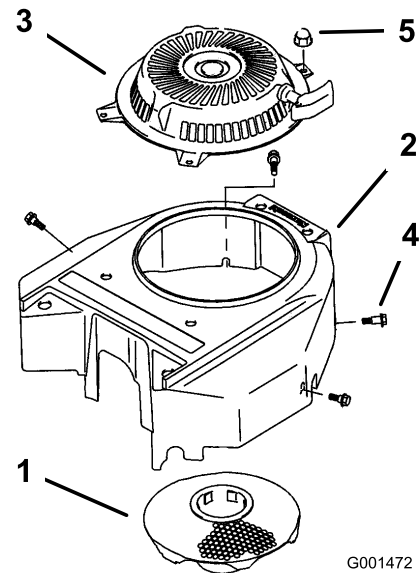

Figure 34
3. Retirez la grille d'entrée d'air, le lanceur et le boîtier du ventilateur (Figure 34).
5. Remettez la grille d'entrée d'air, le lanceur et le boîtier du ventilateur (Figure 34).